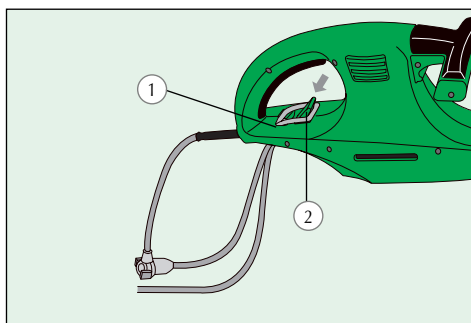

Fig. 2
- ✓ Dobre a extensão elétrica e passe pelo orifício (1) e em seguida encaixe na presilha (2) (Fig. 2).